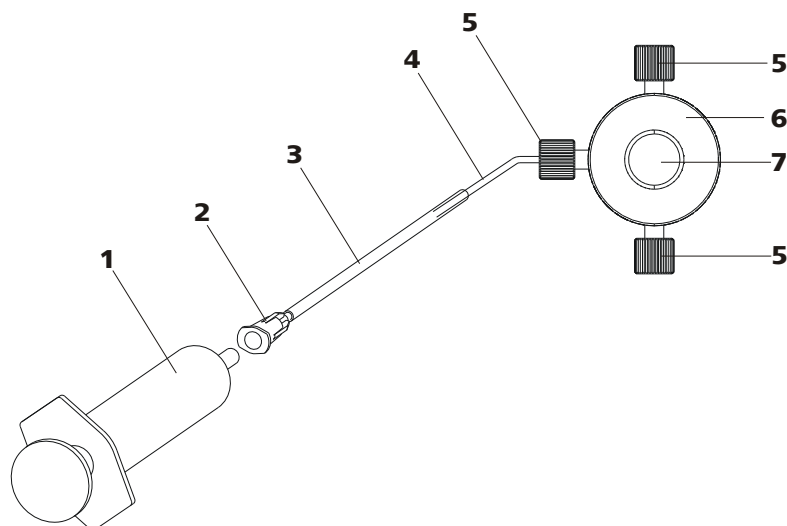

Figure 15 Purger la pompe haute pression
Purger la pompe haute pression de la manière suivante (voir Figure 15, page 32) :
- Insérer la seringue (15-1) dans le connecteur Luer (15-2) de la canule de purge (voir Figure 15, page 32).